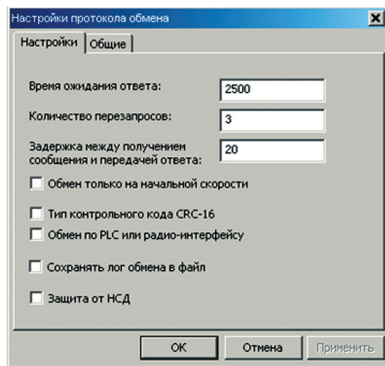

Рисунок 4.7 – Настройки протокола обмена «ГОСТ Р МЭК 61107-2001»
4.9 Выберите профиль настроек протокола обмена «ГОСТ Р МЭК 61107-2001» и нажмите кнопку «Свойства» на панели задач. В результате откроется окно редактирования настроек протокола обмена (рисунок 4.7).